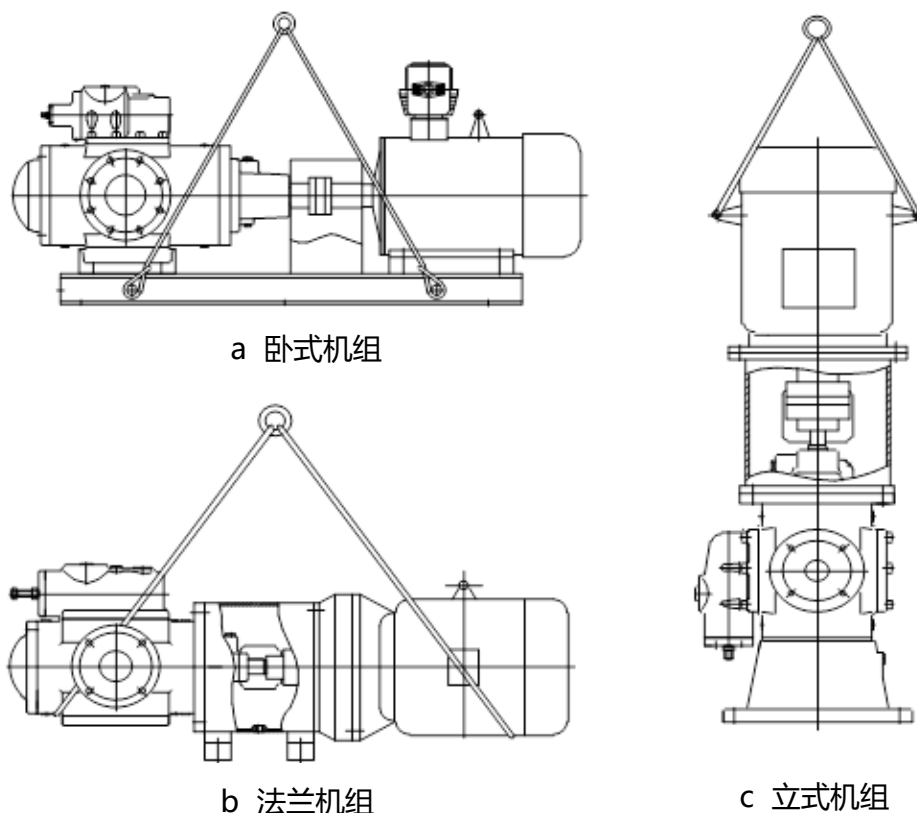

图 3.2 机组吊装示意图
4.2.3 起吊卧式泵机组时，应将吊装工具固定在底座起吊位置上，并应特别注意不要损坏泵上的辅助管路及其它辅件，如图 3.2 所示。